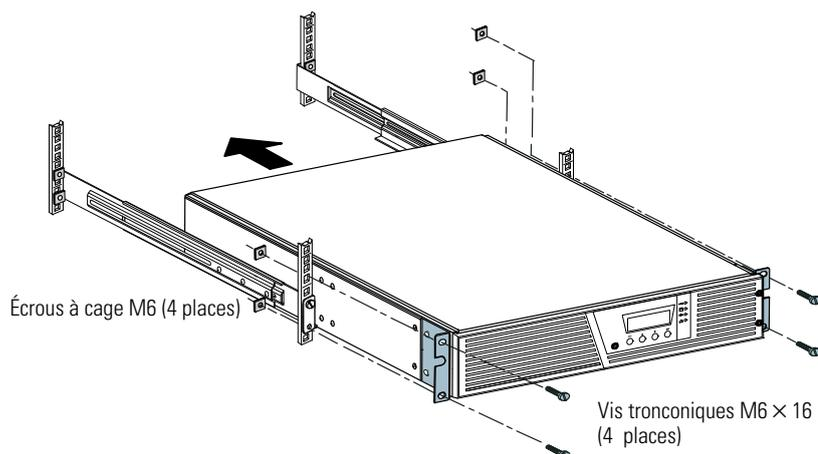

Figure 7. Fixation de la partie avant du module
- 12.** Fixez la partie avant de l'onduleur à la baie à l'aide de deux vis tronconiques M6 × 16 et de deux écrous à cage M6 de chaque côté (voir Figure 7). Installez la vis inférieure de chaque côté par le trou inférieur du support de fixation et le trou inférieur de la glissière.